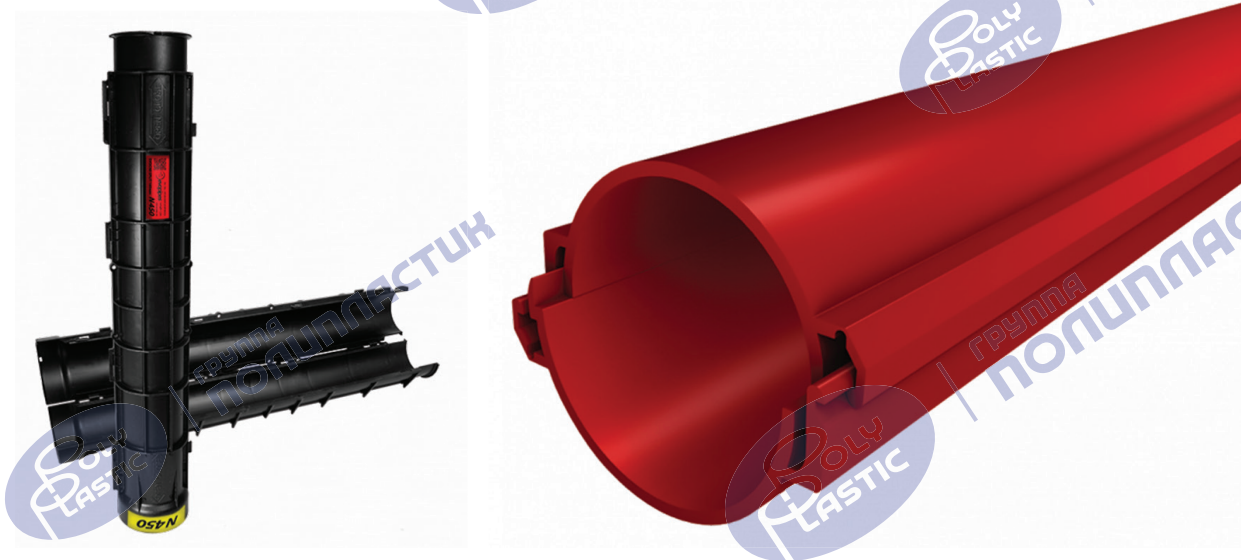

Рисунок 19 – Пример разъемных защитных труб
8.2 Ремонт поврежденных участков существующих трубопроводов на основе труб ЭЛЕКТРОКОР может производиться путем замены поврежденного участка на разъемные защитные трубы, наподобие представленных на рис. 19.